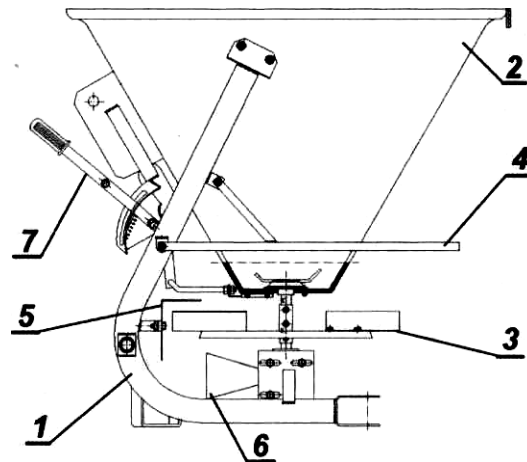

Рисунок 1 - Загальний вигляд розкидача: 1 – рама; 2 – бак; 3 – розсіваючий апарат; 4 – захист; 5 – щиток; 6 – кожух; 7 – дозуючий пристрій.
3.1 Розкидач (рисунок 1) складається з таких основних складових одиниць: рами, бункера, навісного пристрою, механізму приводу робочих органів (конічного редуктора), дозуючого пристрою з механізмом регулювання заслінками, карданного вала, тукорозсіваючого апарату, зворушувача.